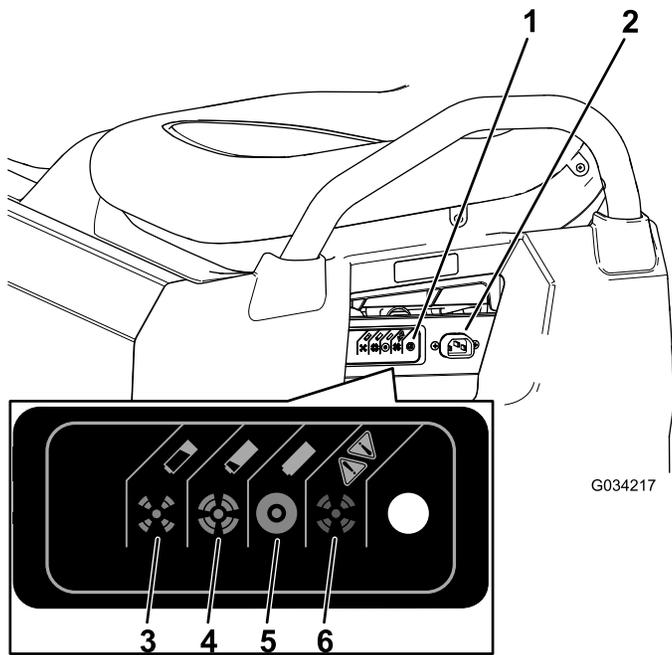

Figure 36
3. Branchez un cordon de chargeur de **calibre 16 (ou de plus gros diamètre), de 2,5 m ou plus court** à la prise de charge de la machine (Figure 36).
Reportez-vous au tableau suivant et à la Figure 36 pour connaître la signification des différentes couleurs du voyant d'état du chargeur.